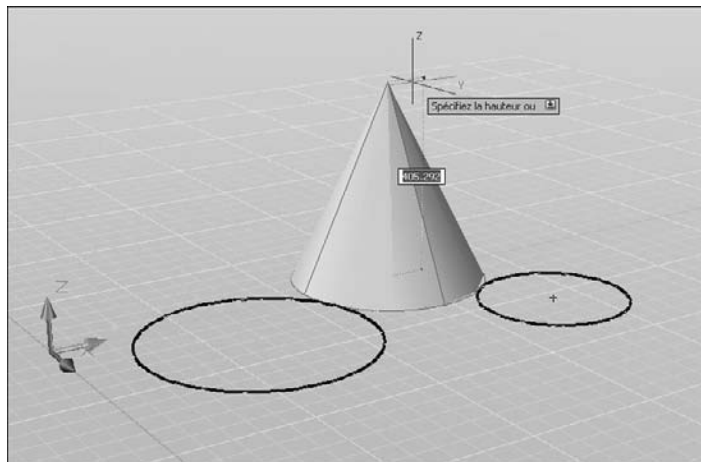

Fig.17.14
- 7 Spécifiez la hauteur (fig.17.14).